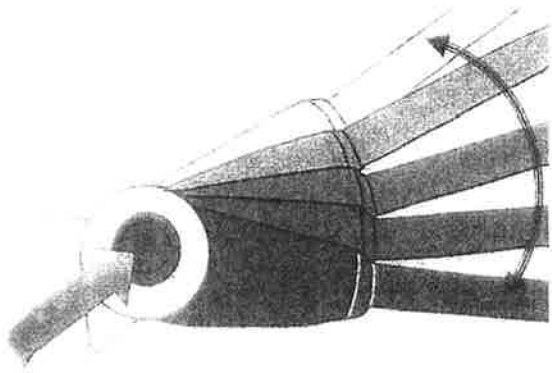

Fig.7
- Débrancher le câble secteur, Appuyez sur le bouton rotatif (7) sur le carter du moteur, puis tourner le boîtier dans la position du bord. (Fig.7)